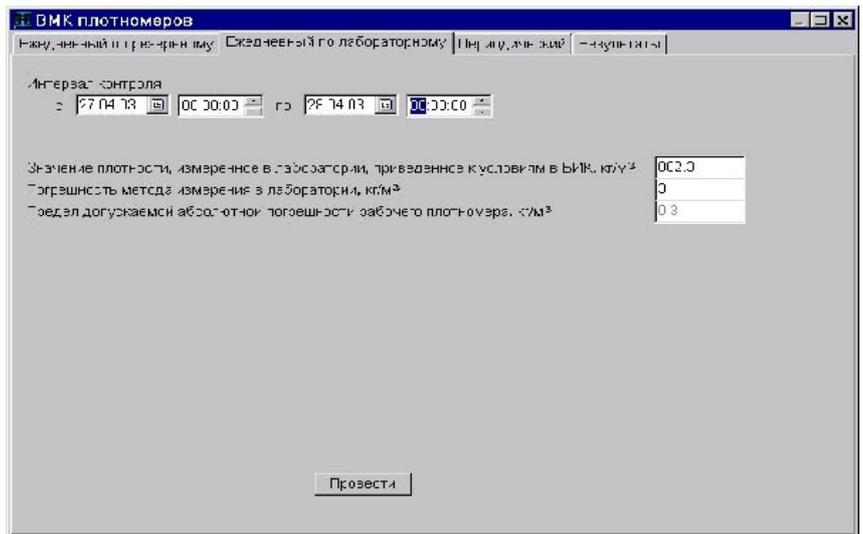

Рис. 22
3.5.10.3 При выборе **Ежедневный по лабораторному** (Рис. 22) необходимо: